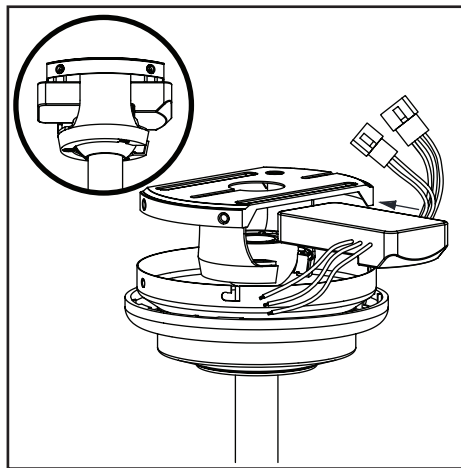

Figure 11
2. Insérez l'extrémité étroite du récepteur (tel qu'illustré, côté plat orienté vers le plafond) dans la traverse, jusqu'à ce qu'il repose sur le haut de l'ensemble boule/tige de suspension. (Figure 11)